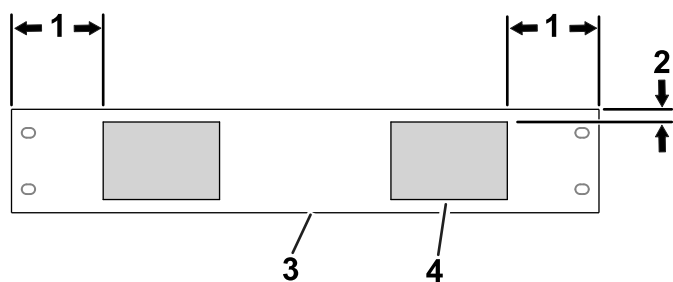

Figure 11
7. Placez les blocs de mousse sur le couvercle des batteries, comme montré à la Figure 11.